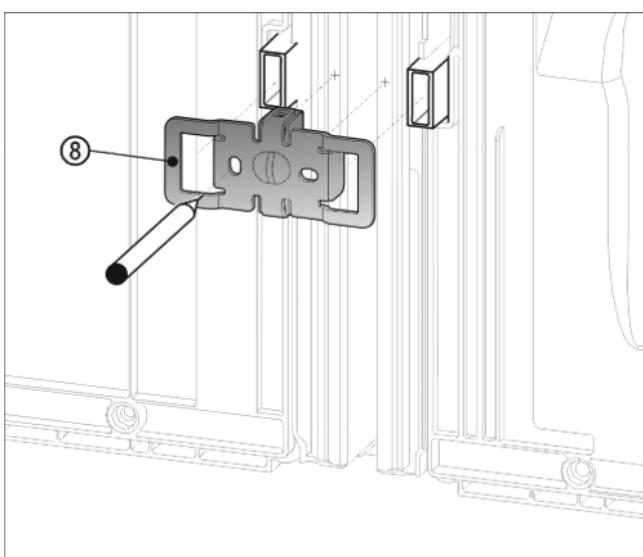

Fig. 10
- ▶ Надвинуть угол *Fig. 10* (8) выемками через гнездо для пристенных распорок